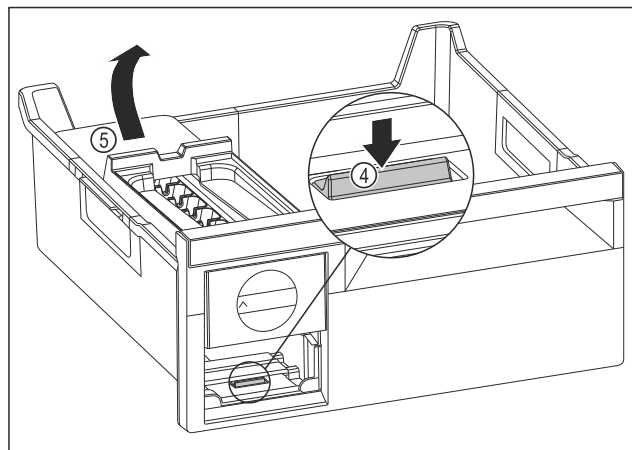

Fig. 177
- ▶ EasyTwist-Ice korpuso išėmimas: paspauskite plokštelę Fig. 177 (4) pirštu žemyn ir tuo pačiu metu kita ranka iš galo kilstelėkite EasyTwist-Ice korpusą Fig. 177 (5).